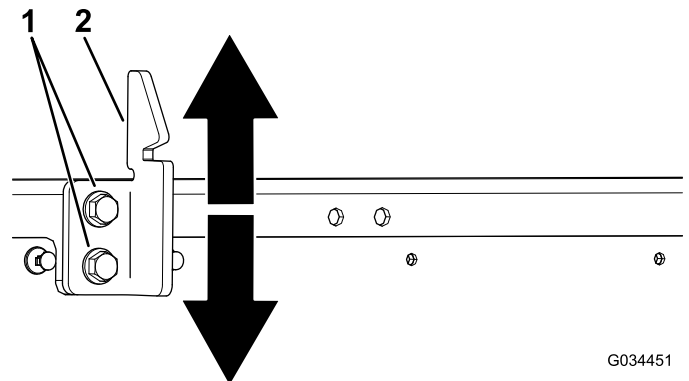

Bild 57
3. Lösen Sie die zwei Schrauben am Schlagbolzen des Ladepritschenriegels und bewegen Sie den Schlagbolzen nach oben oder unten, je nach dem, ob der Schlagbolzen zu hoch oder zu niedrig ist (Bild 57).
4. Ziehen Sie die zwei Schrauben am Schlagbolzen des Ladepritschenriegels an (Bild 57).